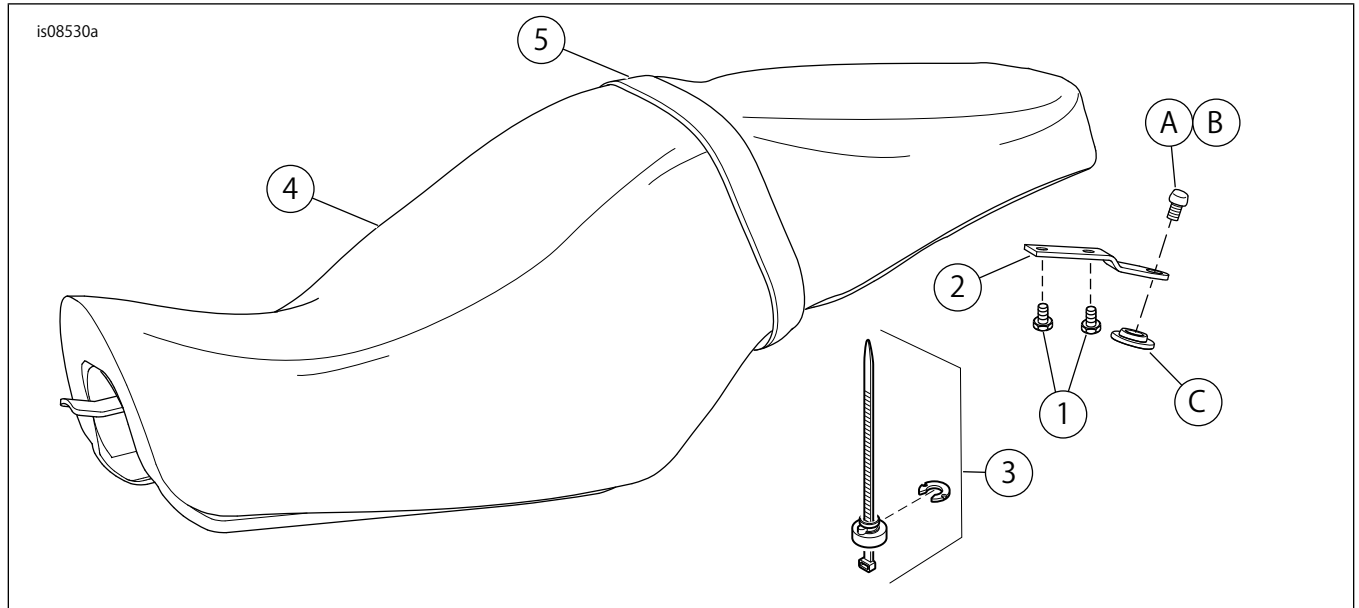

図4。交換用パーツ:XLシート
4. 図4を参照してください。シートマウントスクリュー(A)を取り付けます。次のトルク値で締め付けます: 2.3-4.5 N・m (20-40 in-lbs)